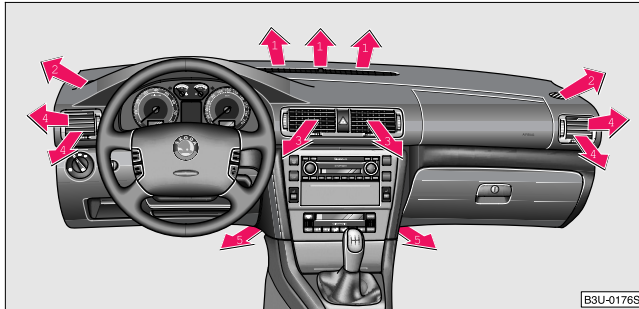
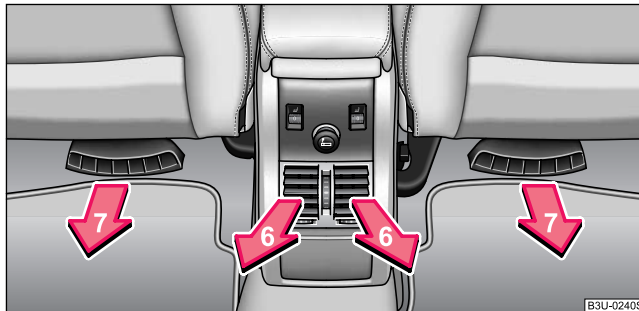

Fig. 103 Duzele de ventilație din față
Fig. 104 Duzele de ventilație din spate
- Poziționați duzele de ventilație 3 și 4 ⇒ pagina 113, Fig. 103 în sus.
Duzele 3 și 4 ⇒ Fig. 103 și 6 ⇒ Fig. 104 pot fi reglate individual.